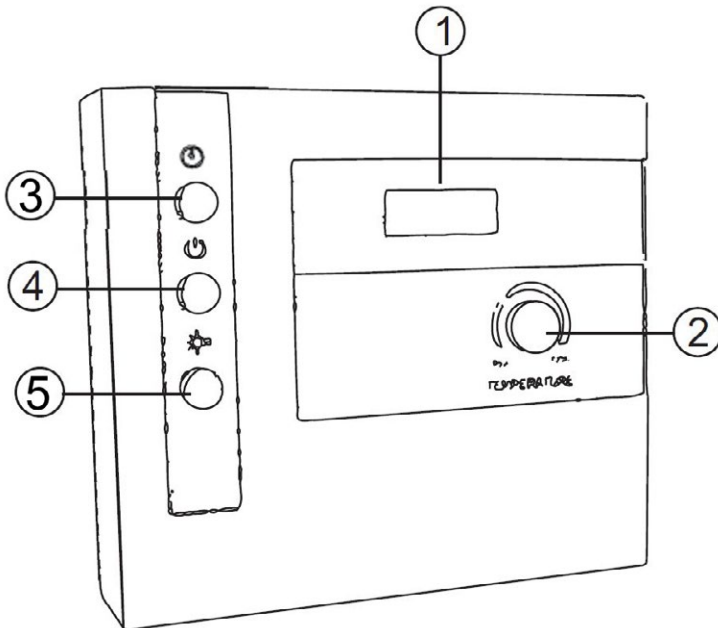

Abb. 5 Bedienelemente der Steuerung
3. Hängen Sie das Gehäuse an die montierte Schraube (siehe Abb. 5 / Pos. 2).
1. Schalten Sie das Gerät durch betätigen der „Ein-/Aus-Taste“ (Abb. 5 / Pos. 4) ein. Am Display (Abb. 5 / Pos. 1) blinkt „00.00“.
1. Schalten Sie das Gerät durch betätigen der „Ein-/Aus-Taste“ (Abb. 5 / Pos. 4) aus. Das Display erlischt.
Das Betätigen der Taste (Abb. 5 / Pos. 5) schaltet die Beleuchtung der Saunakabine ein oder aus.
2. Die Vorwahlzeit-Taste (Abb. 5 / Pos. 3) für kurze Zeit (< 2 Sek.) betätigen.
3. Die Steuerung ist nun in Betrieb und schaltet den Ofen ein, am Display (Abb. 5 / Pos. 1) erscheint die Ist-Temperatur (am Fühler F1 gemessene Temperatur).
4. Die gewünschte Temperatur mit dem Regler (Abb. 5 / Pos. 2) einstellen.
Die Soll-Temperatur (eingestellte Temperatur) wird am Display (Abb. 5 / Pos. 1) angezeigt.
Wenn für eine Zeit von mehr als ca. 2 Sekunden der Regler (Abb. 5 / Pos. 2) nicht gedreht wird, erscheint am Display (Abb. 5 / Pos. 1) die Ist-Temperatur.
2. Die Vorwahlzeit-Taste (Abb. 5 / Pos. 3) gedrückt halten.
3. Die gewünschte Temperatur mit dem Regler (Abb. 5 / Pos. 2) einstellen.
Wenn für eine Zeit von mehr als ca. 2 Sekunden der Regler (Abb. 5 / Pos. 2) nicht gedreht wird, erscheint am Display (Abb. 5 / Pos. 1) wieder die Vorwahlzeit.
4. Die Steuerung schaltet den Ofen nach Ablauf der Vorwahlzeit ein, am Display (Abb. 5 / Pos. 1) erscheint die Ist-Temperatur (am Fühler F1 gemessene Temperatur).
1. Drücken Sie kurz die Vorwahlzeit-Taste (Abb. 5 / Pos. 3).
E-Pt „Drehregler-Fehler“: Fehler des Drehreglers (Abb. 5. / Pos. 2) zur Temperatureinstellung.
Zum weiteren Betrieb die „Ein-/Aus-Taste“ (Abb. 5 / Pos. 4) betätigen und die Saunasteuerung nach 10 Sekunden wieder einschalten.
1. Schalten Sie die Saunasteuerung durch Betätigen der „Ein-/Aus-Taste“ (Abb. 5 / Pos. 4) aus.
2. Schalten Sie die Beleuchtung durch Betätigen der „Licht-Taste“ (Abb. 5 / Pos. 5) aus.
5. Schalten Sie die Hauptsicherung ein und drücken Sie die „Licht-Taste“ (Abb. 5 / Pos. 5) .